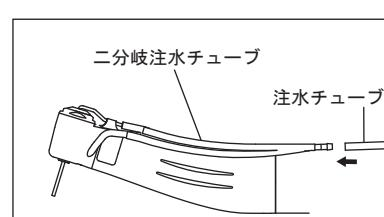

図7
- 2) 二分岐注水チューブに注水チューブを奥までしっかりと挿し込みます。(図7)